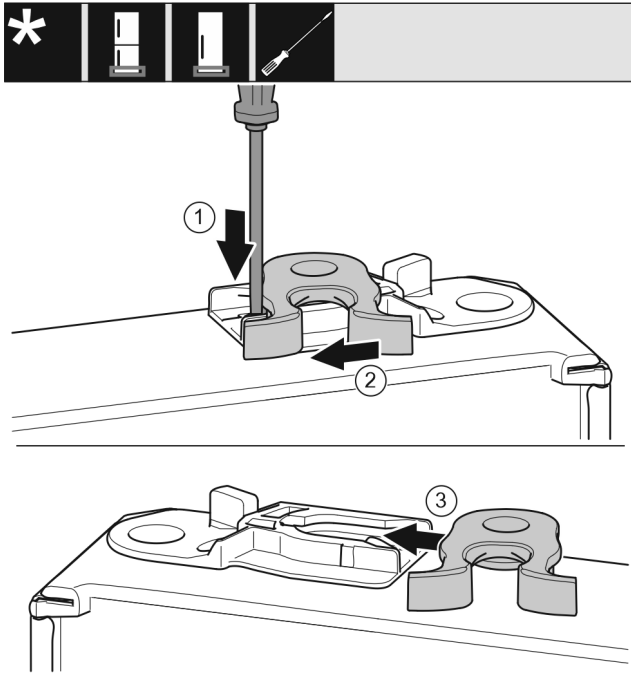

Fig. 40 *
- ▶ 用带槽螺丝刀向下按住接片 Fig. 40 (1)。*
- ▶ 将锁钩 Fig. 40 (2)从导向装置拉出。*
- ▶ 将另一侧的锁钩 Fig. 40 (3)推入导向装置。*